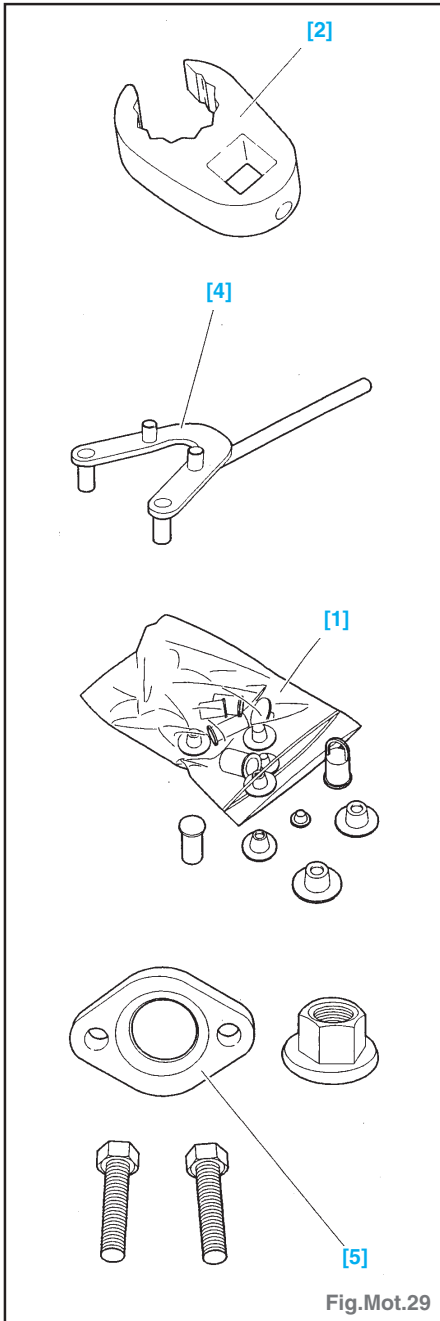

Fig.Mot.29
- Outils nécessaires (Fig.Mot.29) :